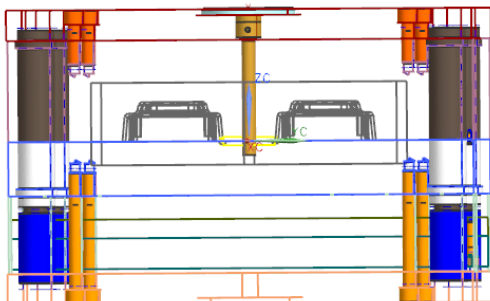

图 9-92 浇口套重新定位
(4) 按照前面所述定位环定位的方法，对浇口套重新定位，如图 9-92 所示。